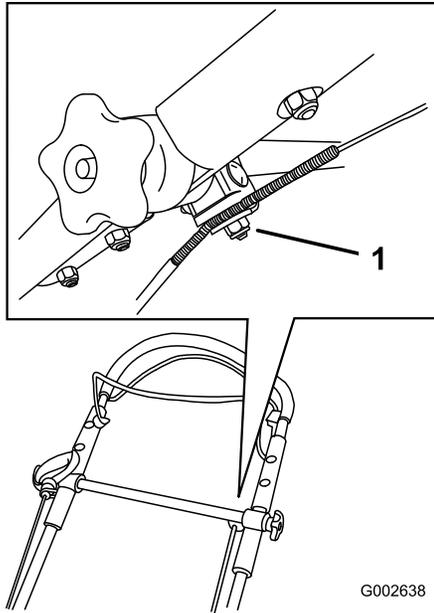

**Figura 44**
2. Empuje completamente hacia abajo el manillar superior y rocíe la superficie de plástico interior del manillar exterior (Figura 44).